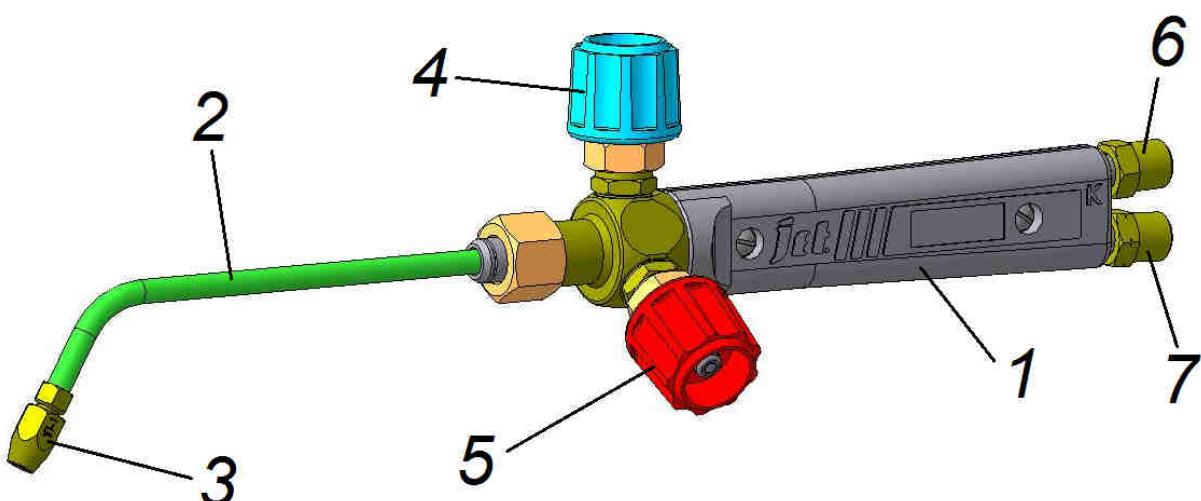

Рис.1 Горелка Г2; Г2У ДЖЕТ 117
4.1 Горелка см. рис.1 состоит из ствola 1, наконечника 2, присоединяемых к стволу накидной гайкой. Наконечник состоит из смесителя, со съемным инжектором, трубы и сменного мундштука 3. Ствол горелки имеет регулировочные клапаны кислорода 4 и горючего газа 5 и присоединительные штуцеры кислорода 6 и горючего газа 7.